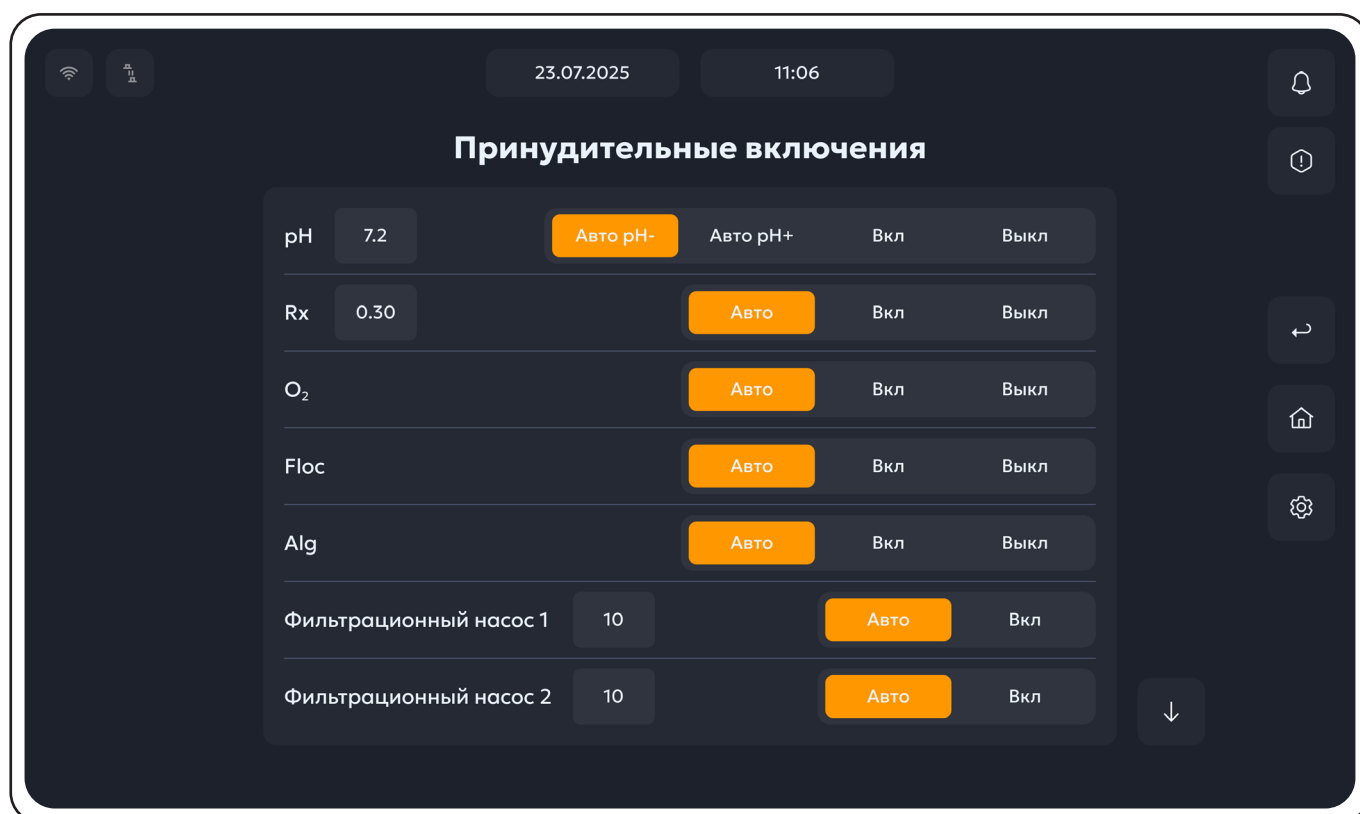

Рисунок 50. Меню пункта **Принудительные включения**.
1. Находясь в меню пункта **"Сервис"**, выбрать пункт **Принудительные включения**, после чего откроется следующее меню (рис.50):